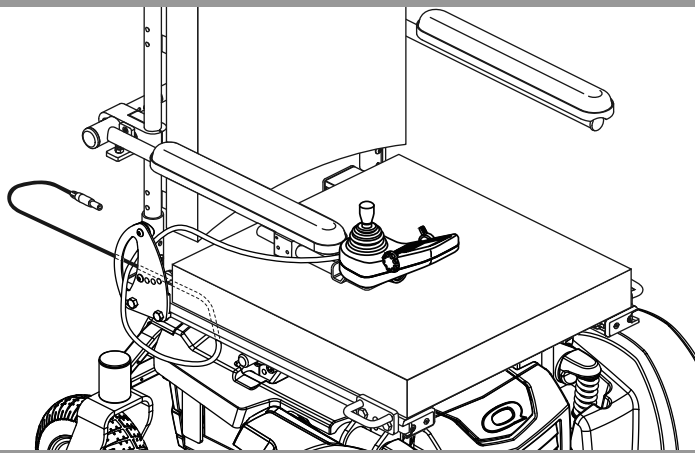

Bild 6. Steuerkabelführung auf einem Synergy-Sitz
4. Bauen Sie die Steuerung ein und verlegen Sie den Kabelbaum zur Rückseite des Netzteils. **Siehe Bild 6 oder 7.**
6. Sichern Sie den Kabelbaum der Steuerung mit Kabelbindern an dem Griffstück der Armlehne. **Siehe Bild 6 oder 7.**